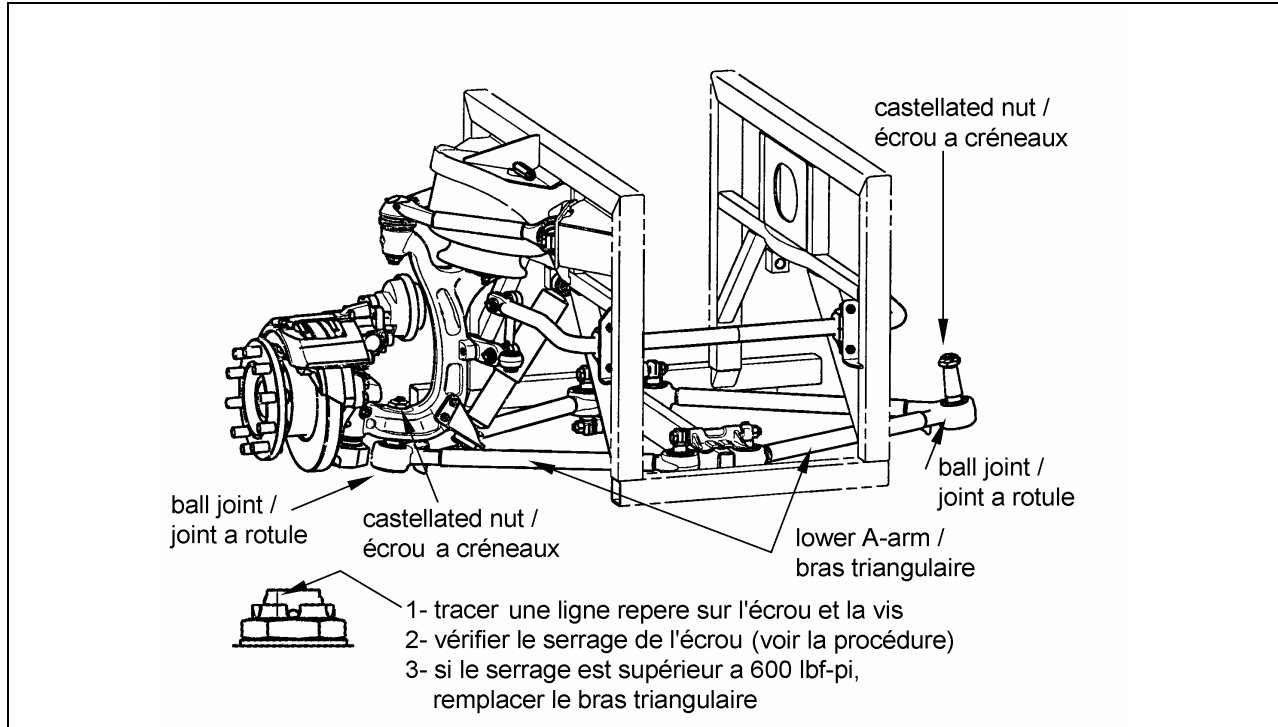

FIGURE 1
2. Localiser l'écrou à créneaux (voir figure 1). Retirer la goupille.